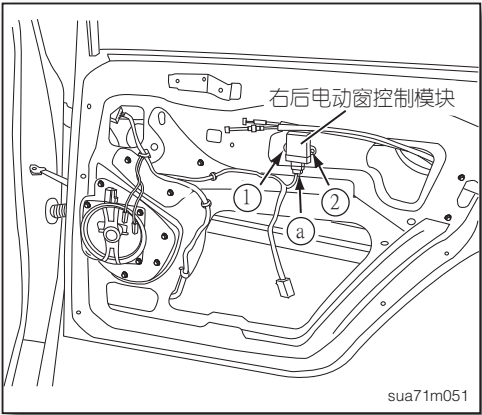

图11
- 3. 拆开右后电动窗控制模块线束接头a (如图11)。
- 4. 拆下右后电动窗控制模块固定螺丝①~② (如图11)。